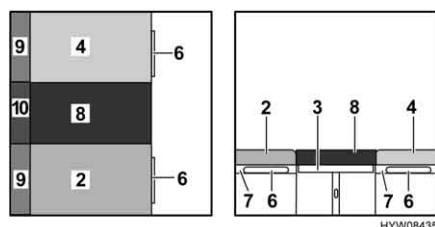

Fig. 66 Dopo la trasformazione
- Tirare i cuscini del divano (Fig. 66,2 e 4) sui rispettivi piani d'appoggio.
- Posizionare il cuscino aggiuntivo (Fig. 66,8) tra i cuscini del divano sul tavolo.
- Posizionare i cuscini aggiuntivi (Fig. 66,9) tra i cuscini del divano e la parete.
- Posizionare il cuscino aggiuntivo (Fig. 66,10) tra il cuscino aggiuntivo (Fig. 66,8) e la parete.